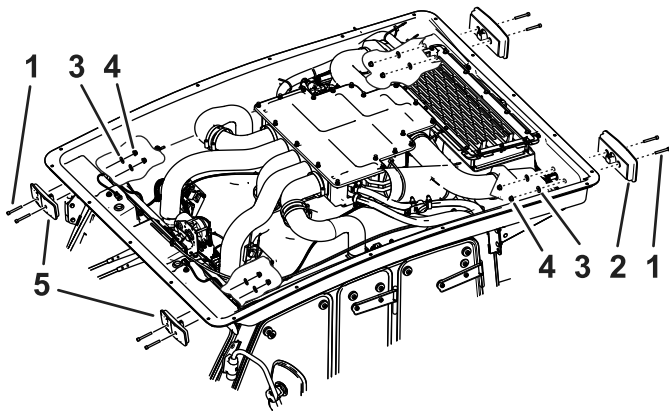

Figura 8
3. Instale las luces de advertencia delanteras en el forro del techo usando 4 pernos, 4 arandelas y 4 tuercas con arandela prensada (Nº 10), como se muestra en la Figura 8.
3. Instale las luces de advertencia traseras en el forro del techo usando 4 pernos, 4 arandelas y 4 tuercas con arandela prensada (Nº 10), como se muestra en la Figura 8.